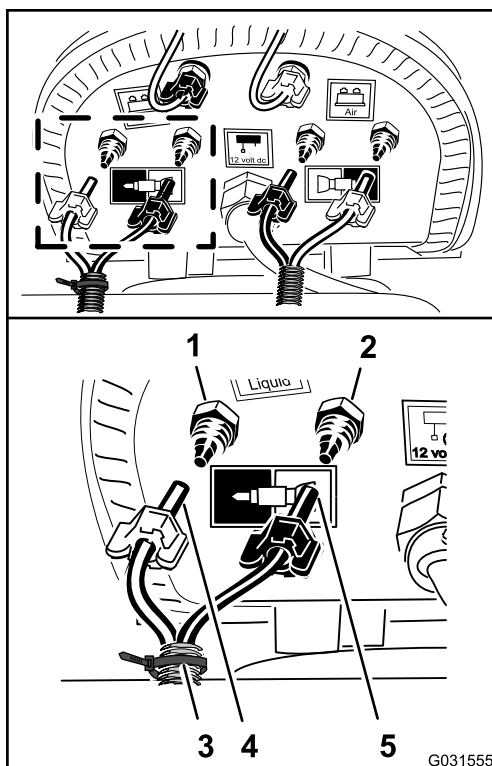

Figure 213
3. Branchez le tube avec l'attache-câble que vous avez installé à l'opération 1 de Dépose des tubes de liquide et d'air de la machine (page 17) en reliant le tube bleu pour la section de rampe droite au raccord à compression pour le circuit d'eau de la section de rampe droite (Figure 213).
4. Vissez l'écrou à compression du tube sur le raccord à la main (Figure 213).
5. Branchez le tube transparent pour la section de rampe droite au raccord à compression pour le circuit d'air de la section de rampe droite (Figure 213).
6. Vissez l'écrou à compression du tube sur le raccord à la main (Figure 213).